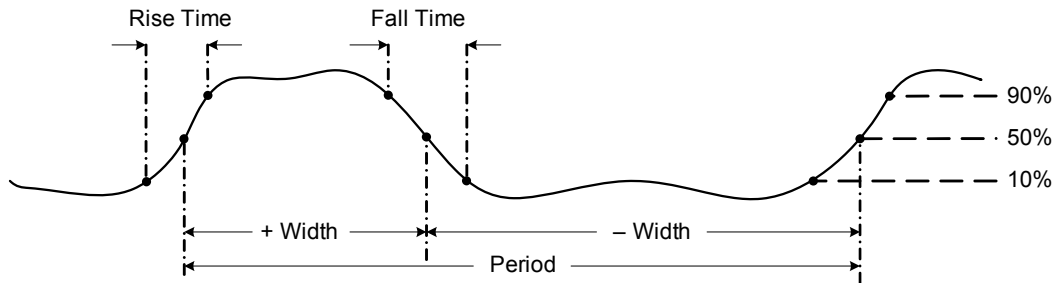

Figura 2-26 Definición de frecuencia
- La frecuencia es el número de ciclos que una señal completa cada segundo. La frecuencia se define como  $1/\text{Período}$ . Período se define como el tiempo entre los cruces de umbral medio de dos bordes consecutivos, de polaridad, como se muestra en la Figura 2-26.